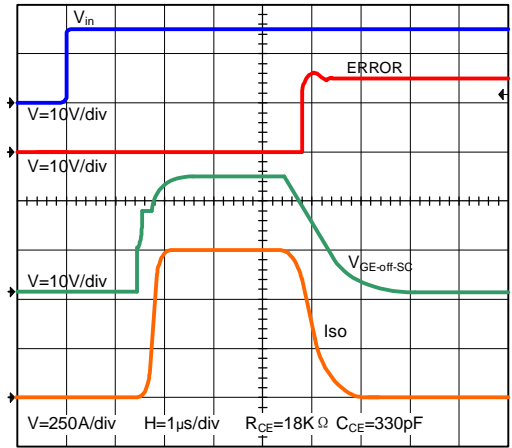

图.4 软关断波形图
■ “软关断”电路,在短路情况下,软关断电路自动增加了R_{goff}的串联电阻从而减慢了IGBT的关断速度。通过减少di/dt值可以得到更小的电压尖峰。由于在短路情况下,IGBT的同类型峰值电流将增加到正常电流的6-8倍,且电源电路总是存在着寄生电感,所以必须要比正常工作更长的时间把电流减小到零,避免过高的电压尖峰给IGBT带来损害。默认软关断用电阻为22Ω,用户可在J11,K11及J18,K18之上通过电阻R_{goff-SC}和电路板上的内置电阻并联来减少“软关断时间”。见图4。
(参见图.4 曲线 2)
| R _{CE} TOP | J6、K6 | 断开: PSHI2312, 18kΩ PSHI2317, 36kΩ | 参照图4 |
| C _{CE} TOP | J7、K7 | 断开: PSHI2312, 330pf PSHI2317, 470pf | 参照图4 |
| R _{CE} BOT | J13、K13 | 断开: PSHI2312, 18kΩ PSHI2317, 36kΩ | 参照图4 |
| C _{CE} BOT | J14、K14 | 断开: PSHI2312, 330pf PSHI2317, 470pf | 参照图4 |